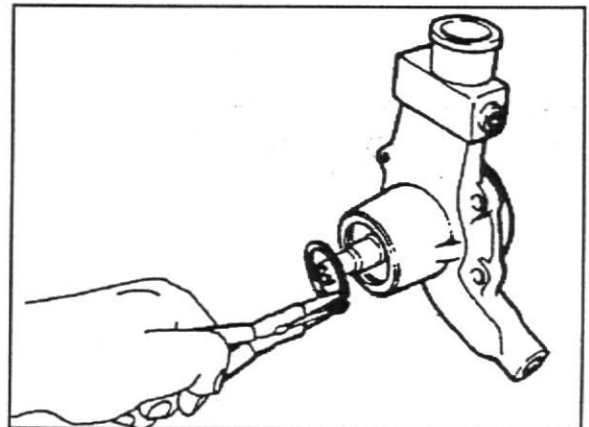

Fig. 9
5. Remova o anel trava do eixo da bomba, fig.9.